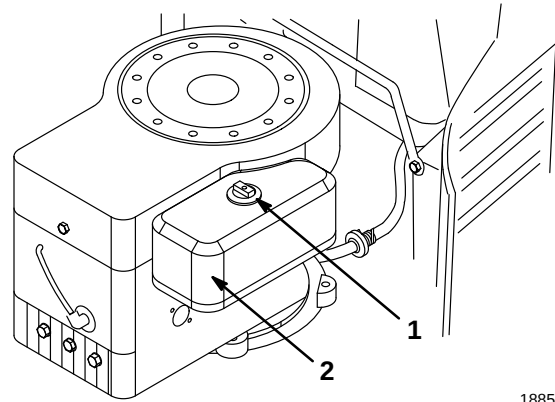

Abbildung 27
- 3. Den Bereich um den Luftfilter herum reinigen, damit kein Schmutz in den Motor gelangen und somit Schäden verursachen kann. Den Knopf losschrauben und die Luftfilterabdeckung abnehmen (Abb. 27).
3. Luftfilterabdeckung und Knopf anbringen (Abb. 27). Den Knopf sicher festziehen.